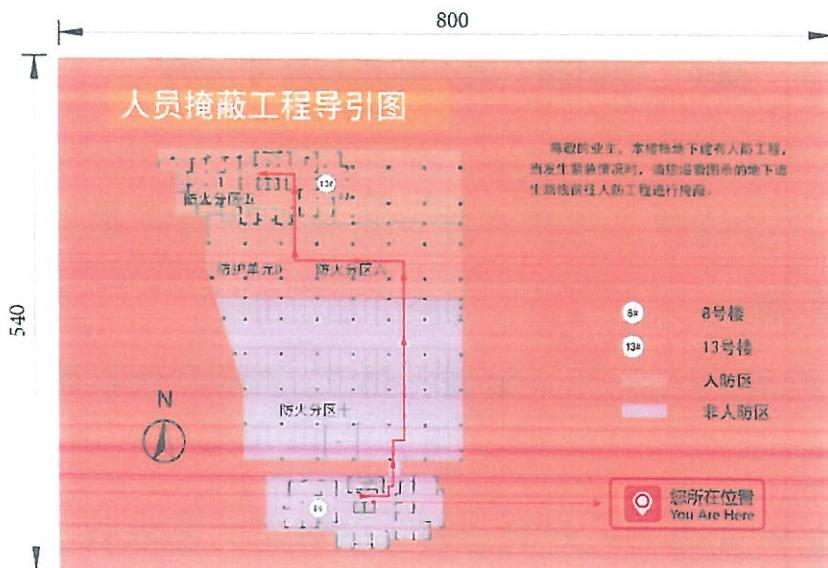
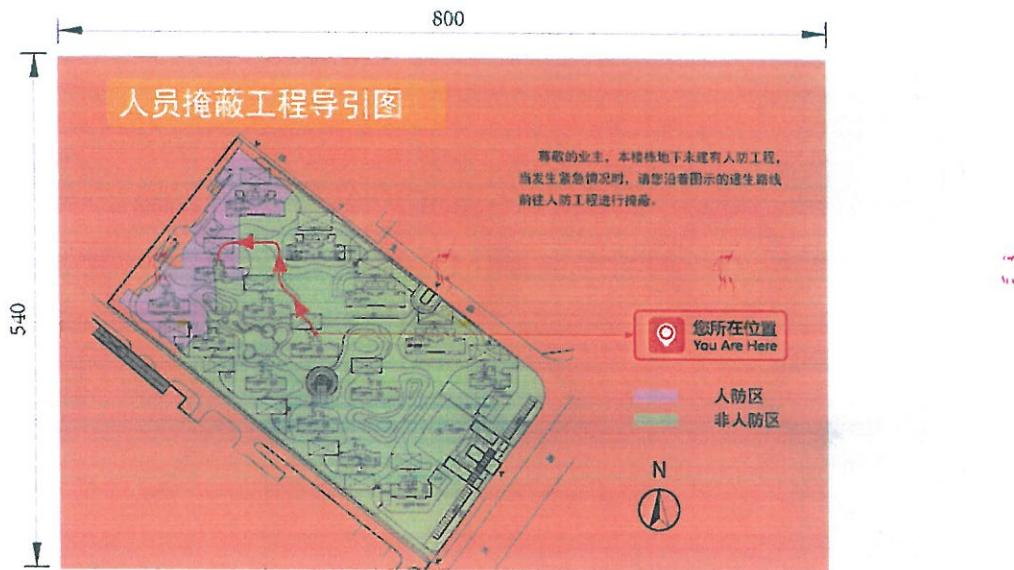

图 8 本楼栋地下能直通人防工程的导引标识牌样式及尺寸示例
图 9 本楼栋地下不能直通人防工程的导引标识牌样式及尺寸示例
3.7 在地面一层楼梯间或电梯厅入口墙面醒目位置，应设置人员掩蔽工程导引标识牌。标识牌材质为厚度不小于 5 mm 的双面亚克力板，UV 打印。标题字体为国标黑体，字高 50 mm，正文字体为微软雅黑，正文字高 10 mm，右侧标注字体为微软雅黑，字高 30 mm。本楼栋地下能直通人防工程的导引标识牌样式及尺寸示例见图 8。本楼栋地下不能直通人防工程的导引标识牌样式及尺寸示例见图 9。